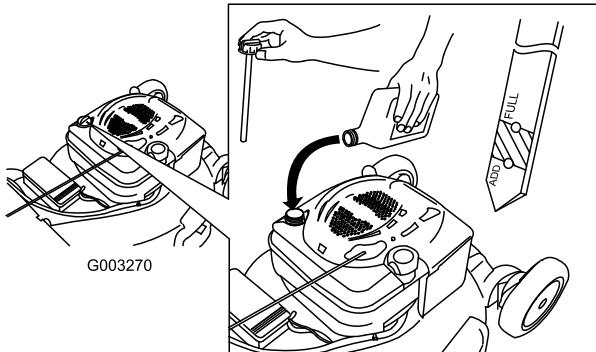

Figure 14
1. Retirez la jauge, essuyez-la sur un chiffon et remettez-la dans le goulot de remplissage (Figure 14).
2. Sortez de nouveau la jauge et contrôlez le niveau d'huile (Figure 14). Si le niveau n'atteint pas le repère minimum (Add) de la jauge, versez **lentement** suffisamment d'huile dans le goulot de remplissage pour faire monter le niveau au repère maximum (Full). **Ne remplissez pas excessivement.** (Remplissage max. : 0,59 l (20 oz), type : huile détergente SAE 30W de classe de service API SF, SG, SH, SJ, SL ou supérieure.